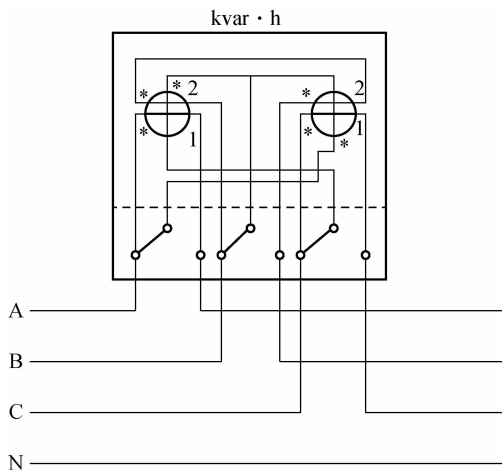

图 2-18 带附加电流线圈结构的三相四线制无功电能表接线原理图
(2) 三相无功电能表的安装。
① 三相四线制无功电能表。在三相四线制无功电能的测量中,最常用的一种带附加电流线圈结构的无功电能表,如 DX1 型、DX15 型和 DX18 型等,其接线原理图如图 2-18 所示。